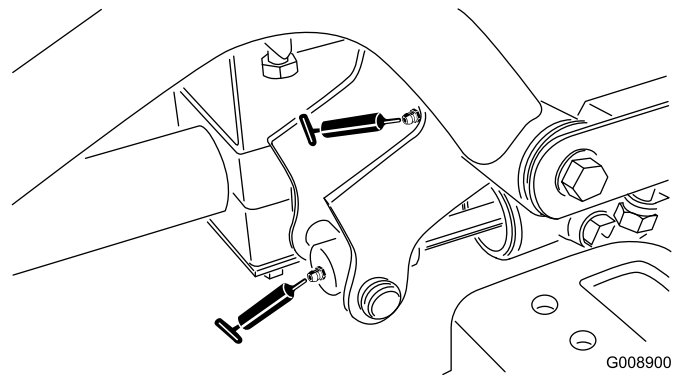

**Bild 38**
- 2 linke vordere Hubarm-Drehbüchsen und Hubzylinder (**Bild 38**)